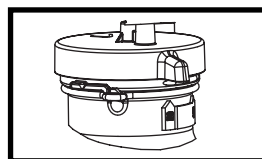

Figure 4
2. Tourner l'indicateur sur le capuchon jusqu'à la position "On" (marche) pour appliquer du savon (Figure 4).